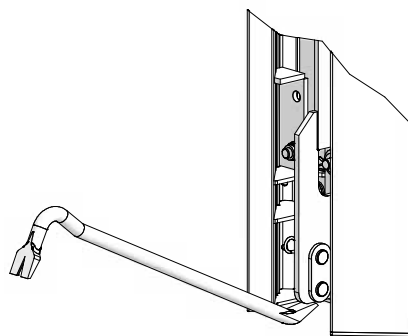
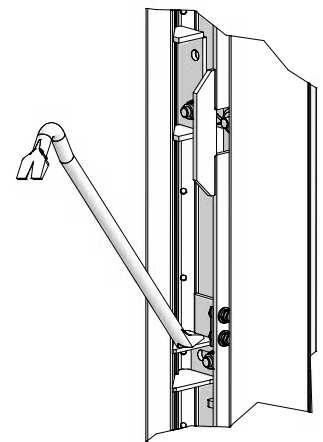

Fig. 32.3 A
Fig. 32.4 B
4. Se acciona el esquinero desencofrante usando una palanca de pata de cabra. Con la barra acodada se levanta el mecanismo de palanca. La palanca de pata de cabra se puede colocar en el punto A (Fig. 32.3 A) o en el centro en el punto B (Fig. 32.4 B). De este modo se separa el encofrado de la superficie de concreto con poco esfuerzo.